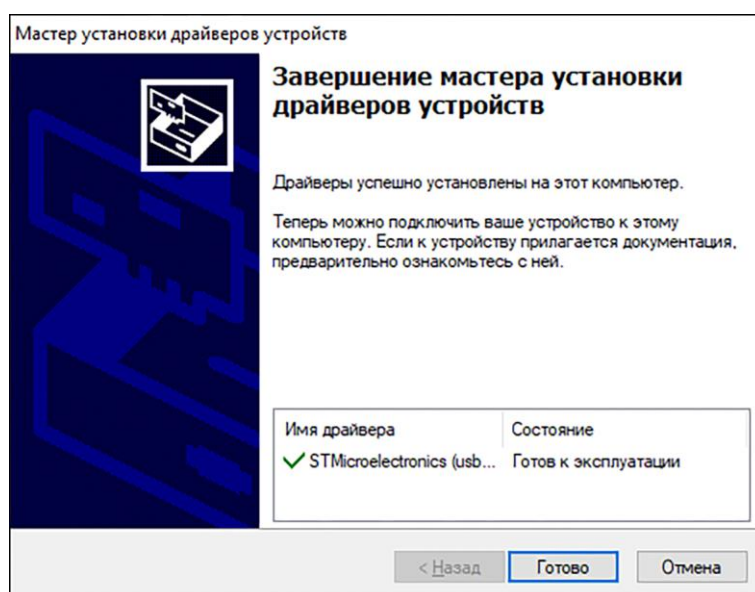

Рисунок 7.7 – Сообщение мастера установки драйвера
7.7. Завершив установку виртуального порта *STMicroelectronics (usbser) Ports* мастер установки сообщит пользователю, что виртуальный COM порт установлен и готов к эксплуатации. Нажмите кнопку **Готово** для выхода из мастера установки драйверов устройств (Рисунок 7.7).